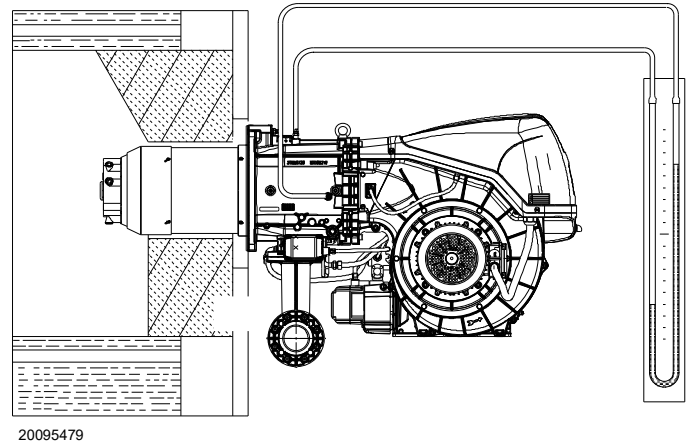

Abb. 30
- Ein U-Rohr-Manometer oder einen Differenzdruckmesser (Abb. 30) mit Anschluss (+) am Gasdruck der Muffe und (-) in der Brennkammer montieren.
Das U-Rohr-Manometer (Abb. 30) zeigt den Gaseintritt an der Muffe an.